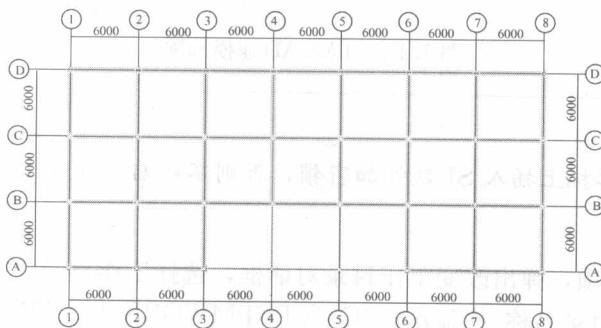

图1.1-1 例题平面图
**例题：**某工程为五层框架结构，各楼层高为3.3m，顶层为四坡屋顶，屋脊高度为2.4m。平面各网格边长为6000mm×6000mm，柱截面为500mm×500mm，梁截面为300mm×600mm。基础为柱下独立基础。结构平面图和轴测图如图1.1-1和1.1-2所示。